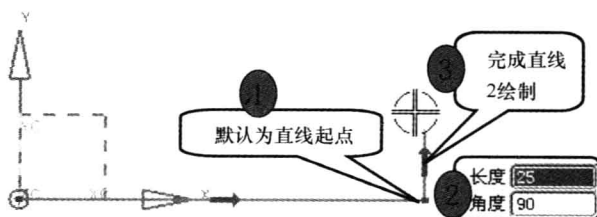

图 1-8 绘制直线 2
(5) 直线段 2 的绘制，选择【直线 1 端点】为直线起点，在长度框中输入【25】，角度框中输入【90】，按 <Enter> 完成直线 2 绘制，如图 1-8 所示。